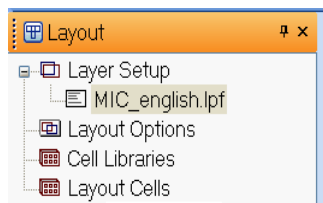

Рис. 5.1
4. Выделите файл **MIC_english.lpf** и нажмите **Открыть**. Окно менеджера топологии будет выглядеть, как показано на рис. 5.1. В нижней части окна менеджера топологии отображаются слои черчения в том случае, если на рабочем поле открыто окно схемы.